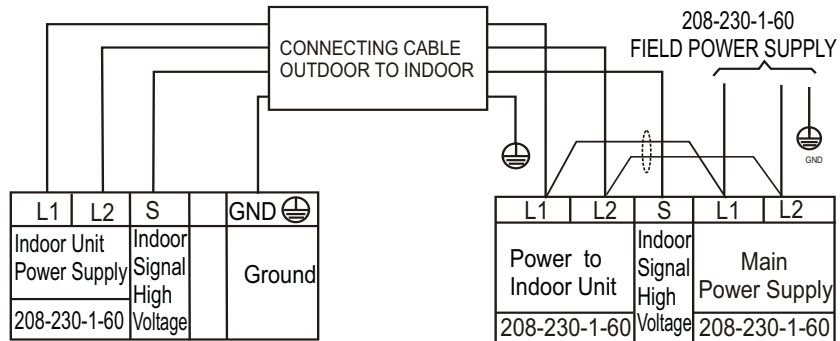
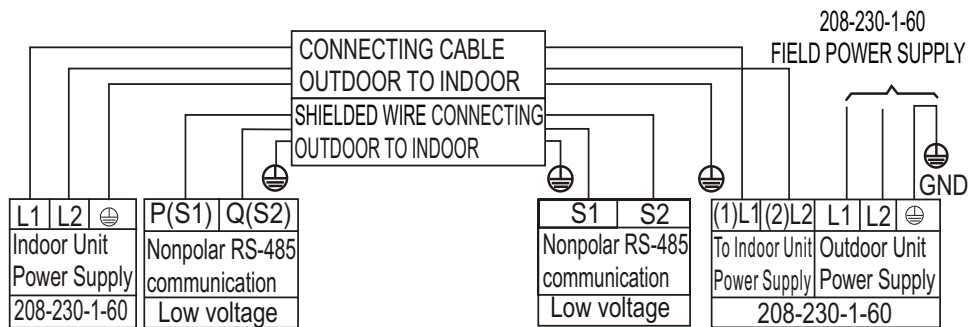

Fig. 43 – Schéma de raccordement (capacités 9K à 24K)
Fig. 44 – Schéma de raccordement (capacités 36K et 58K)
2. Raccordez le câblage de l'appareil extérieur conformément au schéma de câblage (Voir Fig. 43 – à la page 16 et Voir Fig. 44 – à la page 16).